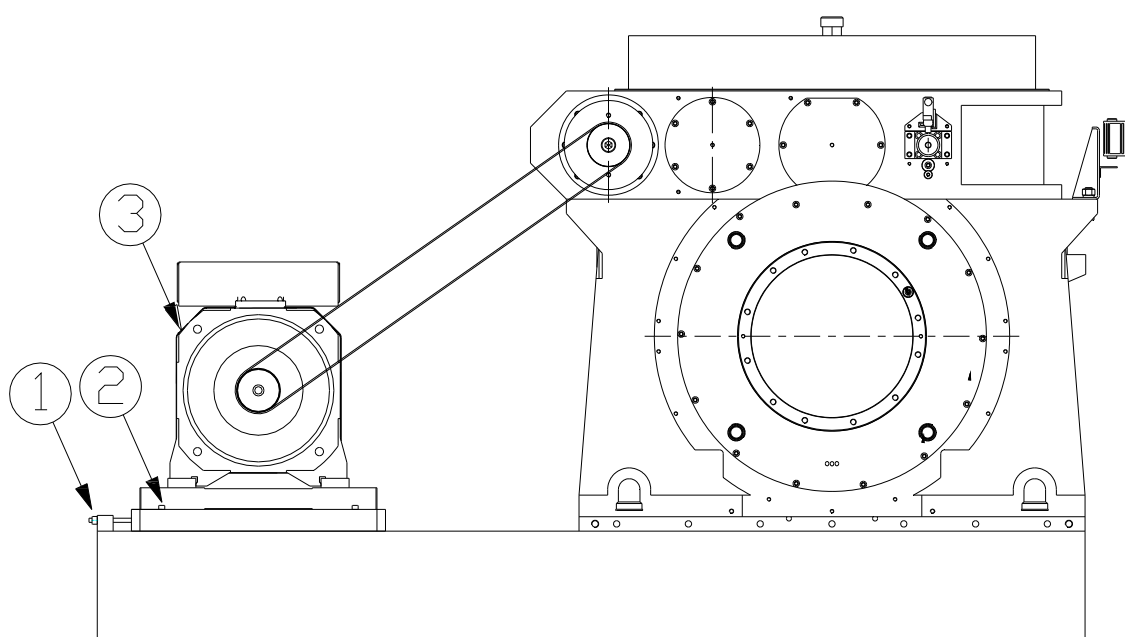

Figura 131. Accionamiento cabezal.
- x Si la correa tiene signos de desgaste o deterioro, proceder a sustituirlo por uno nuevo (ver Figura 131):
- 2 Soltar los tornillos (2) de fijación del motor (3).
- 3 Destensar las correas empujando el motor con los tensores (1).